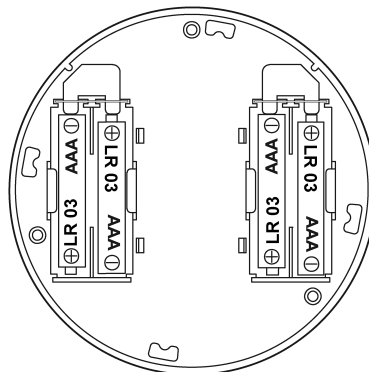

Bild 5: Batterien einlegen
- Batterien polrichtig einlegen (Bild 5).